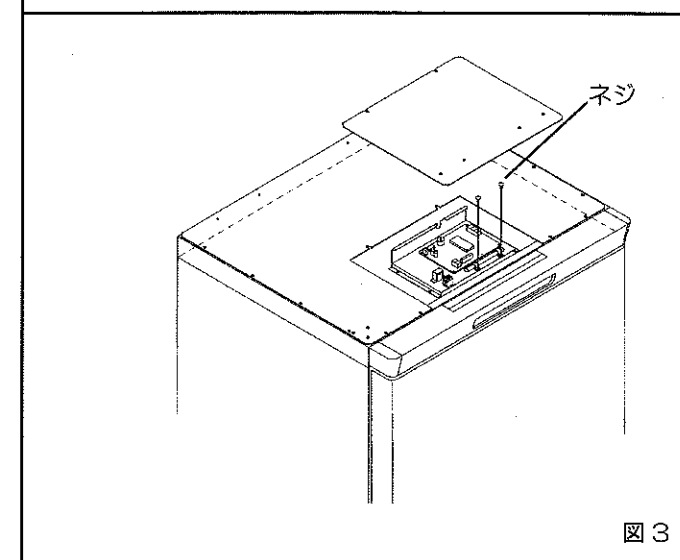

図3
- 3) ドライバを使用して、バッテリーを留めている2個のクリップを固定している2本のネジを外してください。(図3)